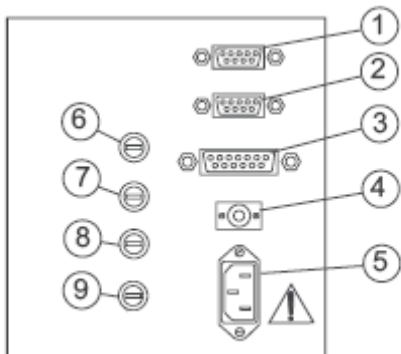

图 2 分析仪的背面
参照图 2
6. 如果使用带有检测器的贮液桶，将检测器的各自注明的电缆按图 2 连接在仪器背面。